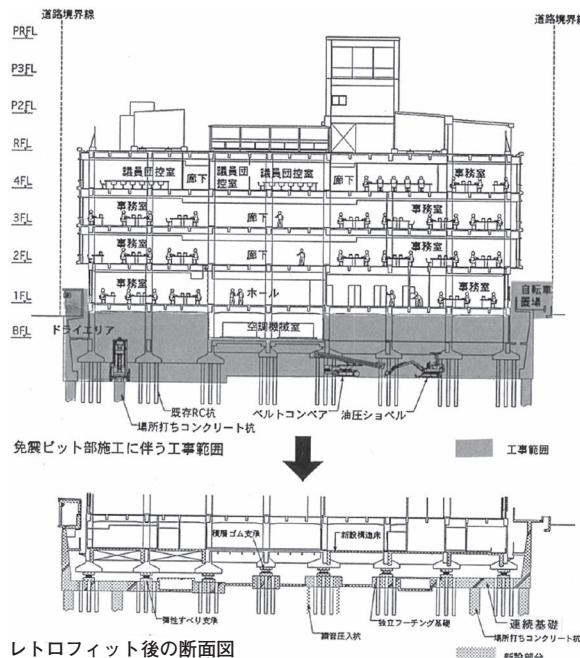

図1 免震改修前後の断面図と工事範囲（豊島区役所）
修が採用された。当庁舎は当初、耐震補強として計画された。しかし、補強部材が建物全体に配置されるため、①工事範囲が全体におよび、引越しを余儀なくされ経費がかさむ上、サービスが低下する。また、②補強部材が執務室の有効スペースを減少させ、使い勝手が悪くなると判断された。そこで、工事範囲を免震工事部分に限定した「居ながら施工」が採用された(図1)。施工手順は、最下階の土間床の解体、掘削、ピット躯体の施工、免震装置の設置、そして、構造床の復旧とした。ただし、執務を続けるため、地下の機械室の機能を停止することはできず、その部分のみ土間床の撤去を行わず、土間床を下部から鉄骨梁で補強することで免震ピットを構築した。